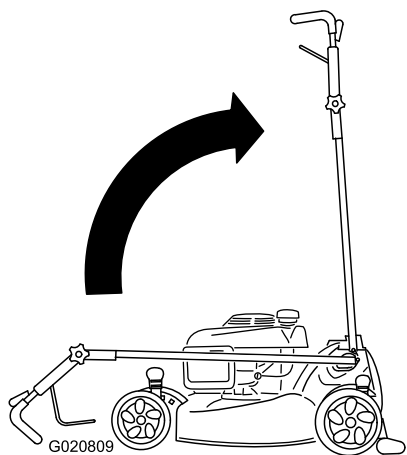

Figura 39
2. Spostate la stegola in posizione verticale (Figura 39).